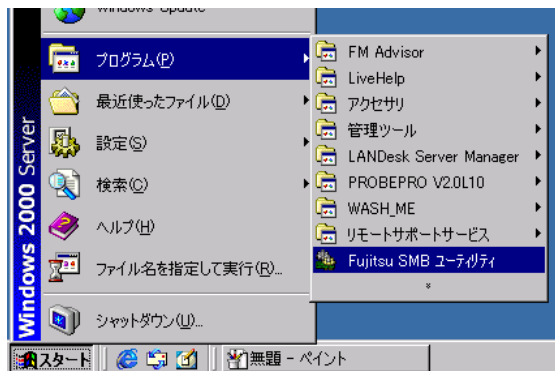

図 4-73 Fujitsu SMB ユーティリティの起動
- 1 タスクバーの[スタート]ボタンをクリックし「プログラム」をポイント、「Fujitsu SMB ユーティリティ」をクリックします(図 4-73)。
V2.0 以降の REMCS エージェントでは、Fujitsu SMB ユーティリティをプログラムに追加しました(図 4-73)。機能・操作は V1.0 と変わりません。